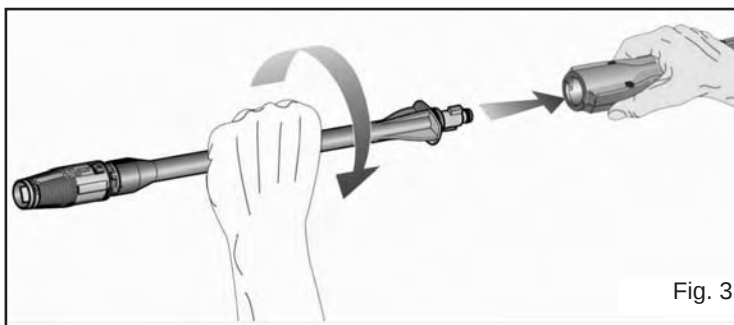

Fig. 3
6. Insérez le tube-rallonge dans le raccord à branchement rapide de la buse en poussant fermement et en le tournant d'un quart ($\frac{1}{4}$) de tour pour le verrouiller en place. (Fig. 3)